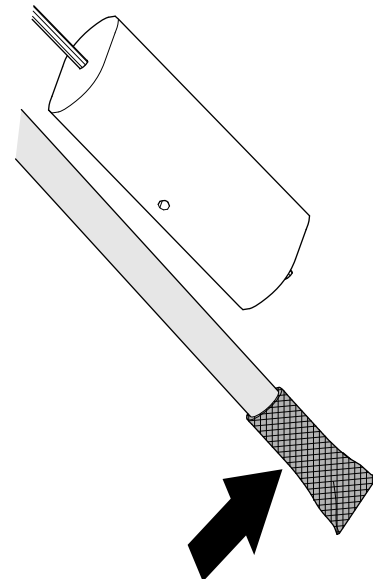

Figure 122
1. Nettoyez la crépine au bout du tube d'admission de carburant (Figure 122).